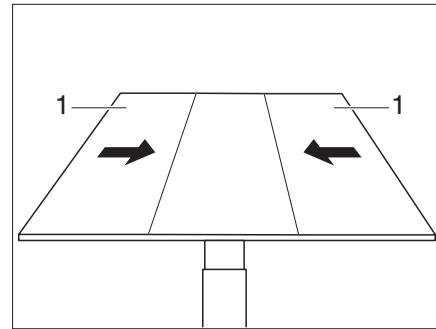

Fig. 100 Spostamento delle parti laterali sulla parte centrale
- Spingere le parti esterne (Fig. 100,1) del tavolo sulla parte centrale.